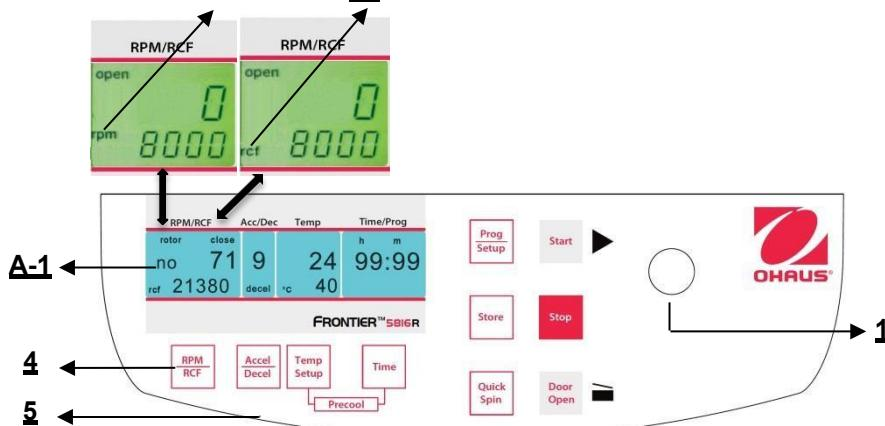

Figura 19
Questa preselezione è attivata mediante il tasto **"RPM | RCF"** (4) (fare riferimento alla figura 19 qui di seguito). Premendo una volta il tasto, la parola **"rpm"** (M5) lampeggi. Premendo due volte il tasto, è possibile selezionare la preselezione delle forze centrifughe. Poi compare la parola **"rcf"** (M6) lampeggiante. Si possono impostare i valori desiderati mediante la manopola di regolazione (1). Nel display (A-1), il valore regolato è visualizzato in permanenza, prima, durante e dopo la zona M6.